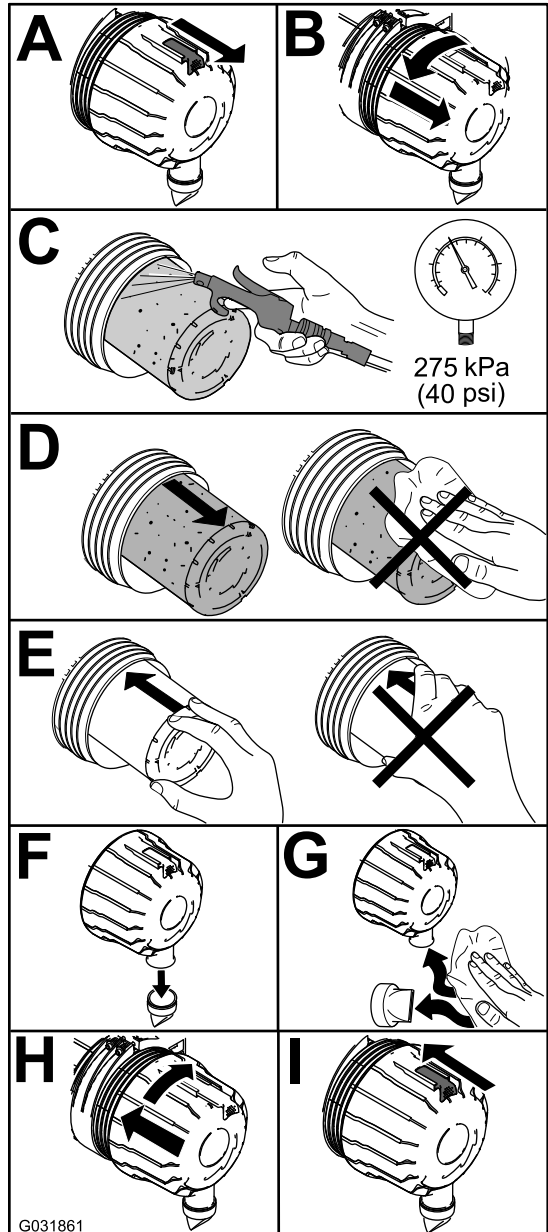

Figura 50
1. Sostituite il filtro dell'aria (Figura 50).